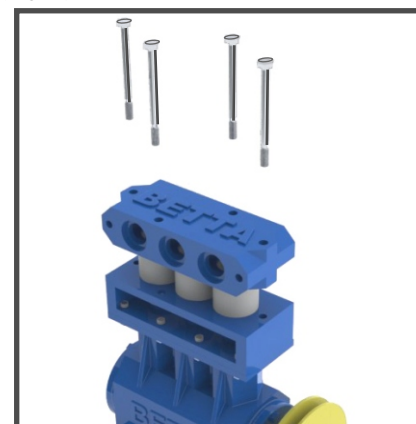

Fig. 34
- 4 - Soltar o parafusos que prendem o cabeçote central ao corpo da bomba. (Fig. 34)